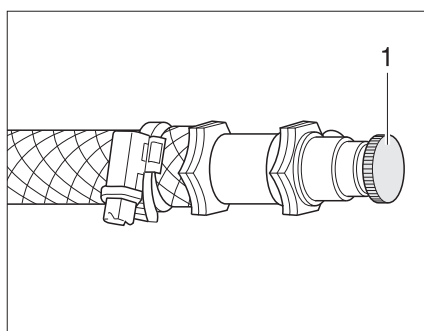

Fig. 173 Soupape de purge pour le chauffage à eau chaude
- Ouvrir la soupape de purge (Fig. 173,1) et la laisser ouverte, jusqu'à ce l'air soit complètement évacué du circuit.